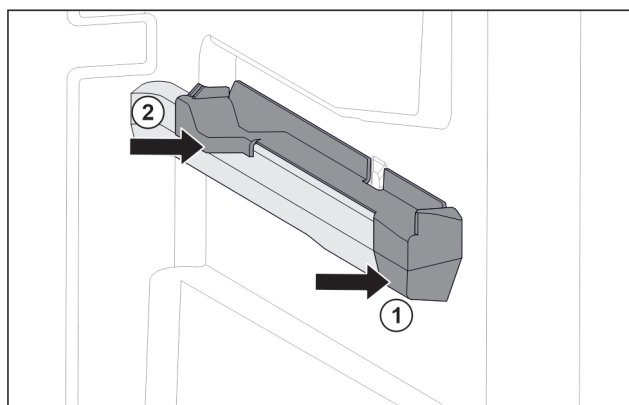

Fig. 55 Наставка върху дясното ребро на съда
- ▶ Поставете наставката отпред към реброто на съда. Fig. 55 (1)
- ▶ Притиснете наставката отзад. Fig. 55 (2)